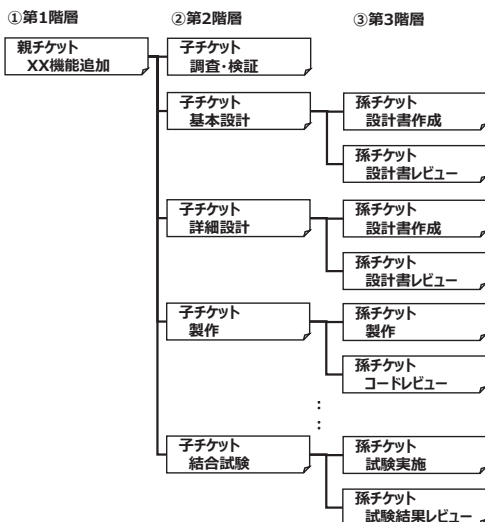

図7. チケットツリー構造の見直し
- 第1階層：機能的な変更内容を記載する。(図7の①)
- 第2階層：「S/W設計」、「製作」等、開発フェーズを記載する。(図7の②)
- 第3階層：「作成」、「DR」、「DR是正」等、具体的な作業項目を記載する。(図7の③)